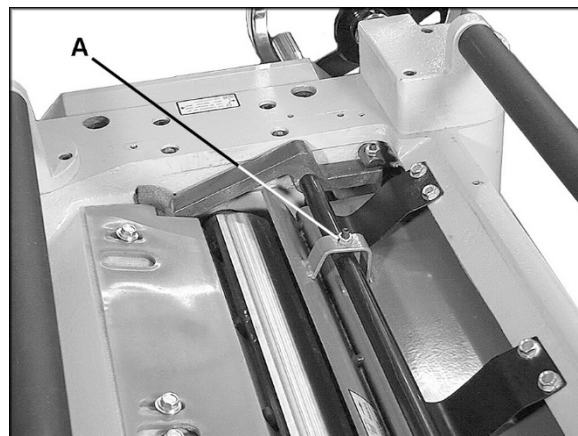

Рис. 24
2. Ослабьте стопорные гайки (A, см. Рис. 24) с двух сторон стружколомателя и прокрутите установочные винты, чтобы поднять или опустить стружколоматель. Установочные винты следует
3. Когда стружколоматель коснется мерного блока, затяните обе стопорные гайки (A, см. Рис. 24).